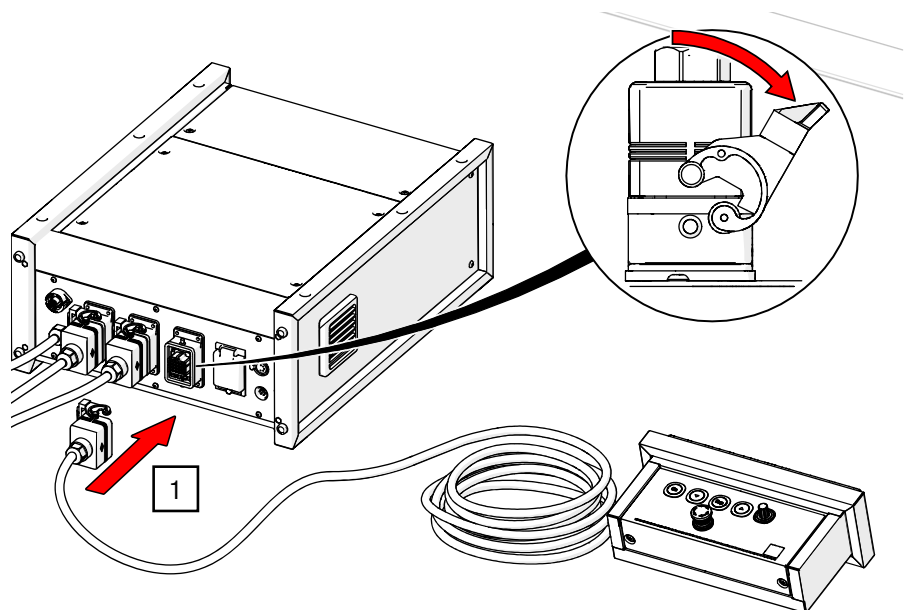

Abb. 28: G-FRAME 54 – 2. Bedienstelle anschließen
1. Schließen Sie den Stecker vom Not-Aus-Taster an der Buchse Not-Aus auf der Rückseite der Steuerung an (siehe Abb. 28).
2. Schließen Sie das DMX-Eingangskabel, welches von einem externen DMX-Steuergerät abgeht, mit dem 5-poligen XLR-Stecker an die *DMX-IN*-Buchse (5/Abb. 6) der Rückseite der Steuerung an (siehe Abb. 28).
1. Stecken Sie das Steuerungskabel der 2. Bedienstelle in die mit OXSB1 markierte Buchse an der Rückseite der Steuerung und verriegeln Sie diese mit dem Bügel (siehe Abb. 28).